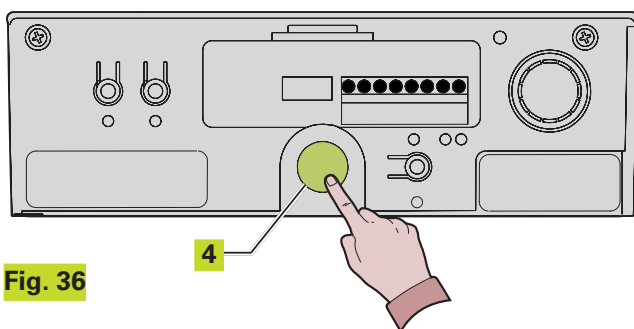

Fig. 36
- 2) L'opérateur commence le mouvement d'ouverture. Attendre l'arrivée en butée ou bien donner une commande d'OPEN (Fig. 36 réf. ④) dans la position dans laquelle on souhaite arrêter le mouvement.